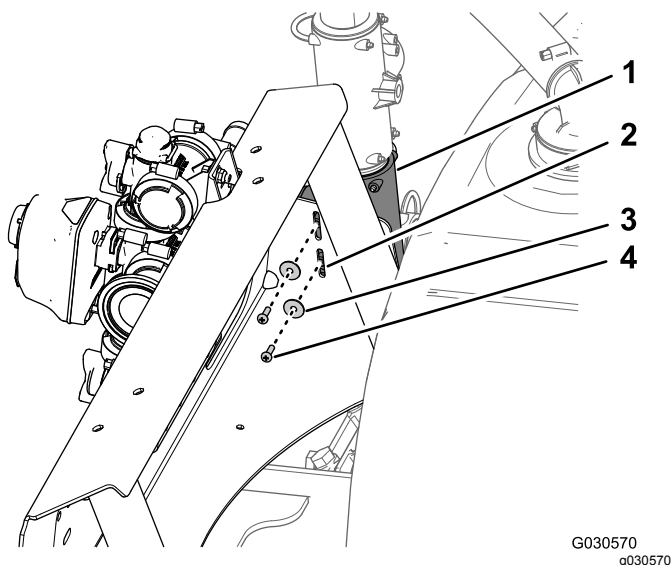

Figura 101
4. A la izquierda del bastidor del distribuidor, alinee los orificios del acoplamiento en T con las ranuras en el bastidor del distribuidor (Figura 101).
5. Sujete el acoplamiento en T al bastidor del distribuidor (Figura 101) con los 2 tornillos de cabeza redonda (Nº 10 x 5/8") y las 2 arandelas (Nº 10) que retiró en el paso 1 de 18 Retirada del bastidor del distribuidor para el sistema de sección de 3 brazos (página 45).